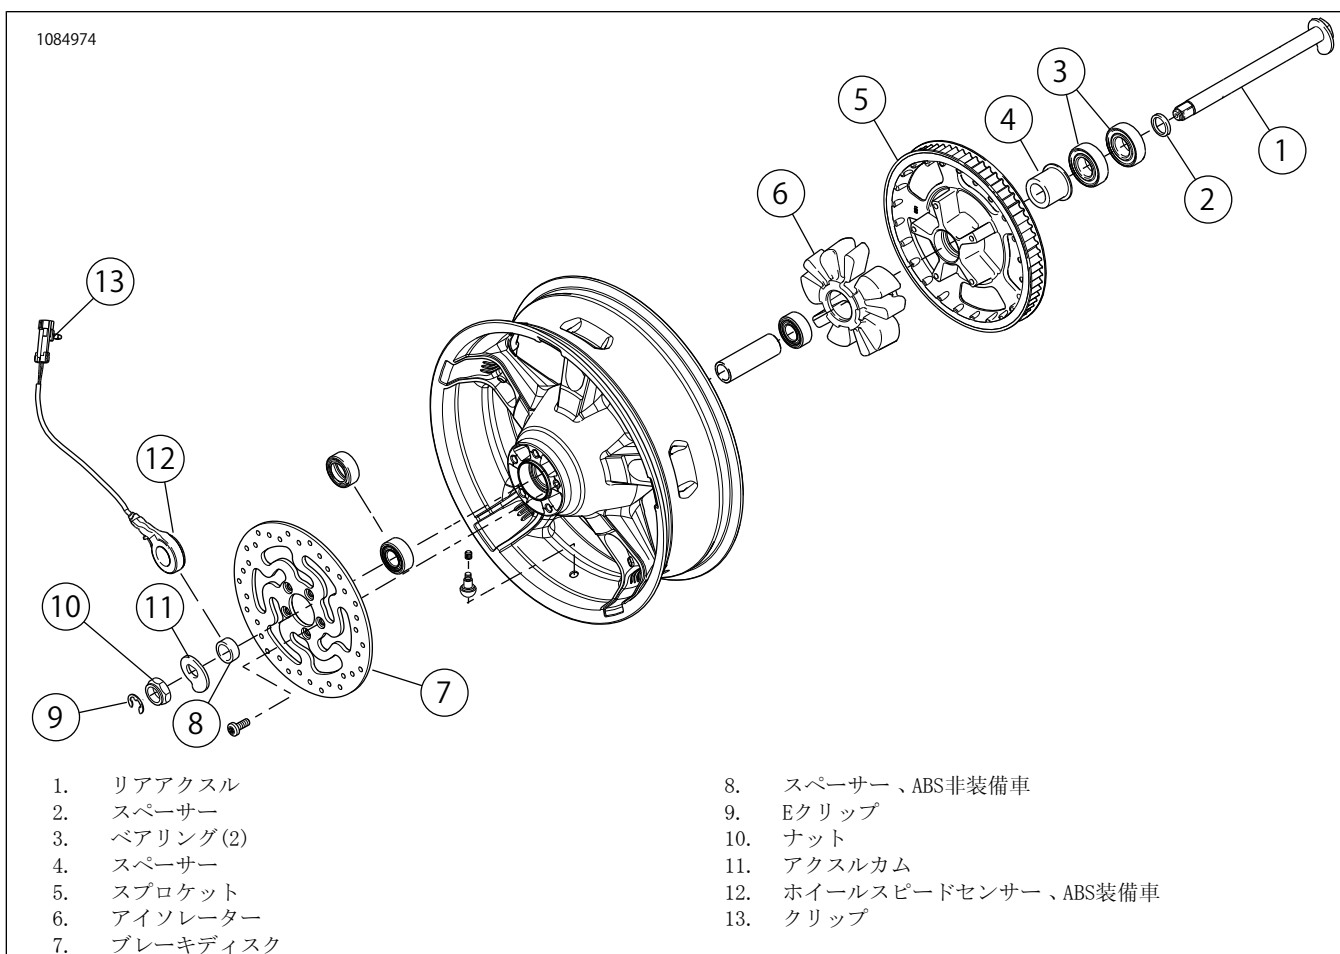

図2。再使用するリアホイール部品
3. 図2を参照してください。既存のリアホイールアッセンブリーを取り外して分解します。記載される部品は、再組み立て時に必要となります。サービスマニュアルを参照してください。